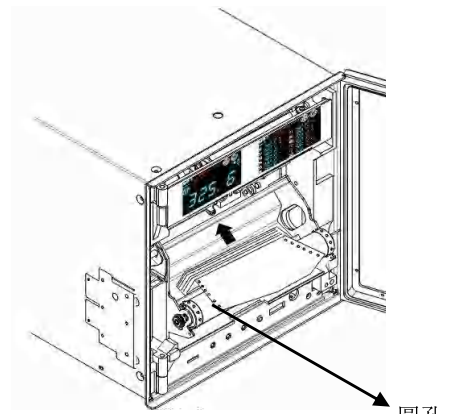
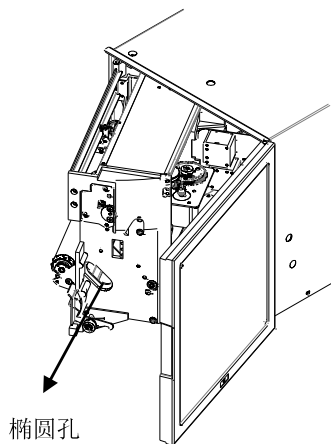

图 5-4 记录纸的插入
图 5-5 记录纸的取出
- (4) 将记录纸的圆孔朝左，纸末端的三角部分稍稍拉向前，再插入。并将记录纸按图 5.4 中箭头放入存纸盒。如果再需取出记录纸，先拉出机芯，如图 5.5 所示，把手指之插入椭圆形孔，托起记录纸取出。
- (5) 把记录纸拉出七折，将存纸盒复位。
- (6) 将记录纸上的孔与滚筒钉相咬合，弹簧部分往右侧，挂上压纸辊。
- (7) 在记录纸的收纸出中央，整齐地放下五折记录纸。要检查示范收纸部